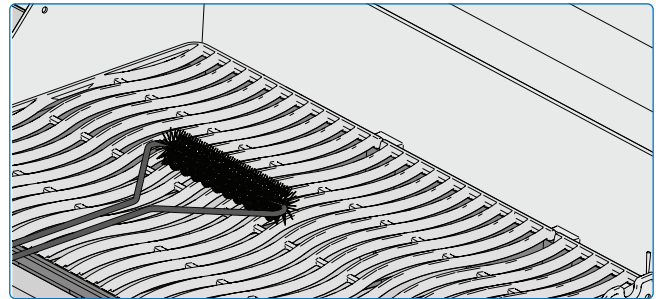

Fig. 18
- Para limpiar, precaliente la parrilla y utilice un cepillo de alambre para eliminar los residuos de comida (**Fig. 18, 19, 20**).